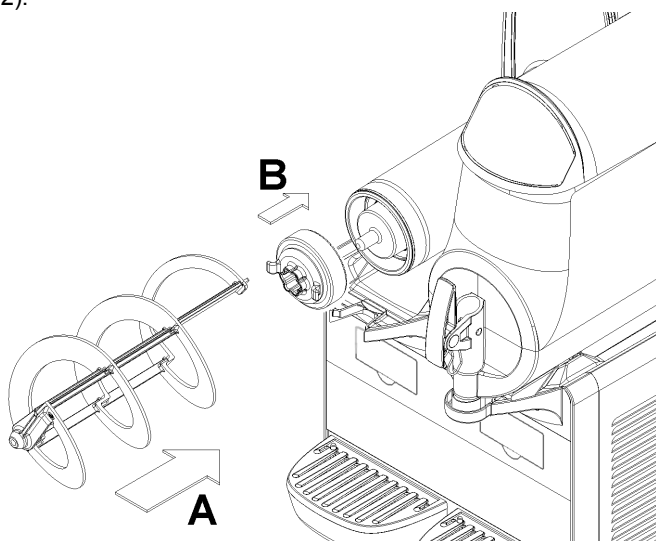

figure 22
- 5** Remonter le joint hexagonal, suivi du mélangeur (voir figure 22).